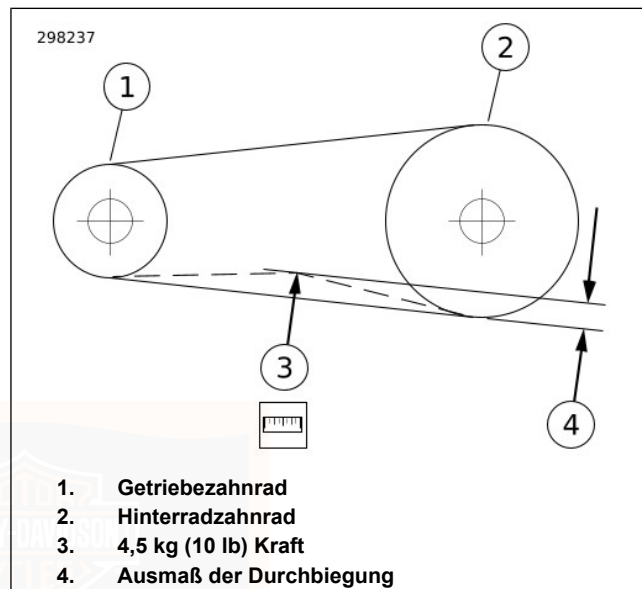

Abbildung 104. Riemendurchbiegung überprüfen
- a. **Modelle mit Riemendurchbiegungs-Sichtfenster:** Siehe Abbildung 104. Die Riemendurchbiegung durch das Riemendurchbiegungs-Sichtfenster messen und dabei das Prüfgerät ruhig halten. Jede Durchbiegungseinteilung entspricht ungefähr 1,6 mm (1/16 in) .